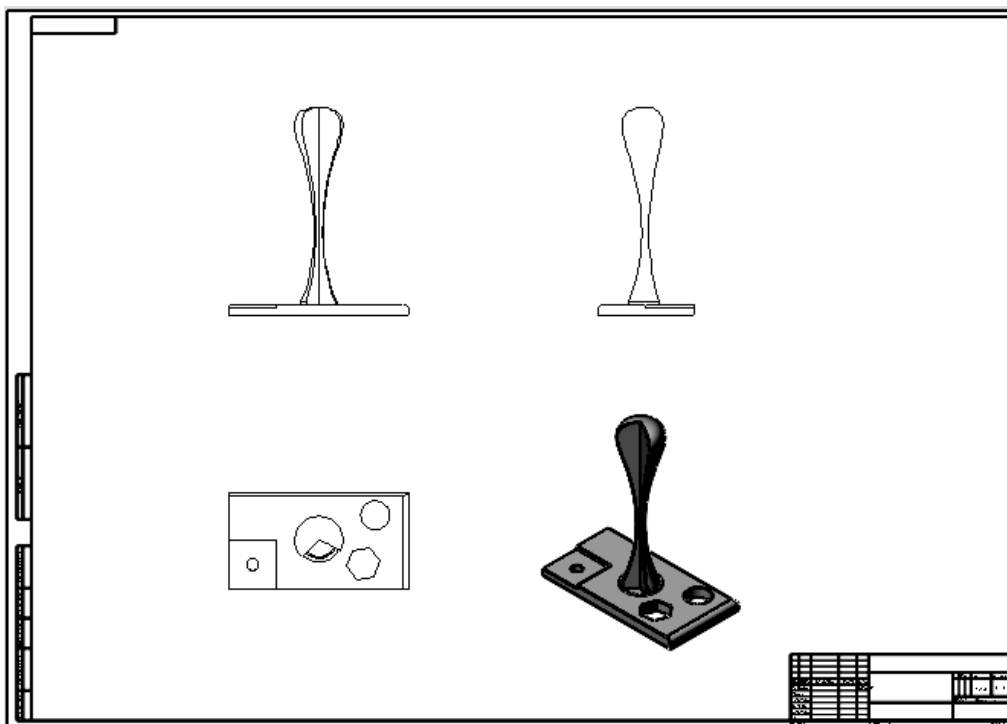

Рисунок 41 – Расположение трех стандартных видов и объемного изображения объекта на листе
– удаляем через выделение (и кнопку DELETE клавиатуры) лишние виды и перетаскиванием мыши располагаем их на листе (рисунок 41). Объемный вид лучше оставлять, причем с затемнением. При удалении лишних видов следует обратить внимание на то, что при «вытаскивании» изначально программой не соблюдается принцип расположения трех стандартных видов на чертеже (вид сверху она располагает сверху от вида спереди, вид слева – слева от вида спереди).